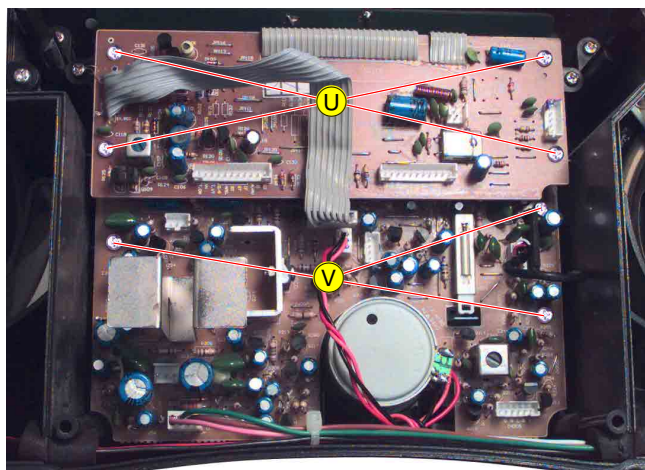

Fig. 12
- 4 Schrauben (U) (Fig. 12) herausschrauben.
- 3 Schrauben (V) (Fig. 12) herausschrauben.
- Undo 4 screws (U) (Fig. 12).
- Undo 3 screws (V) (Fig. 12).